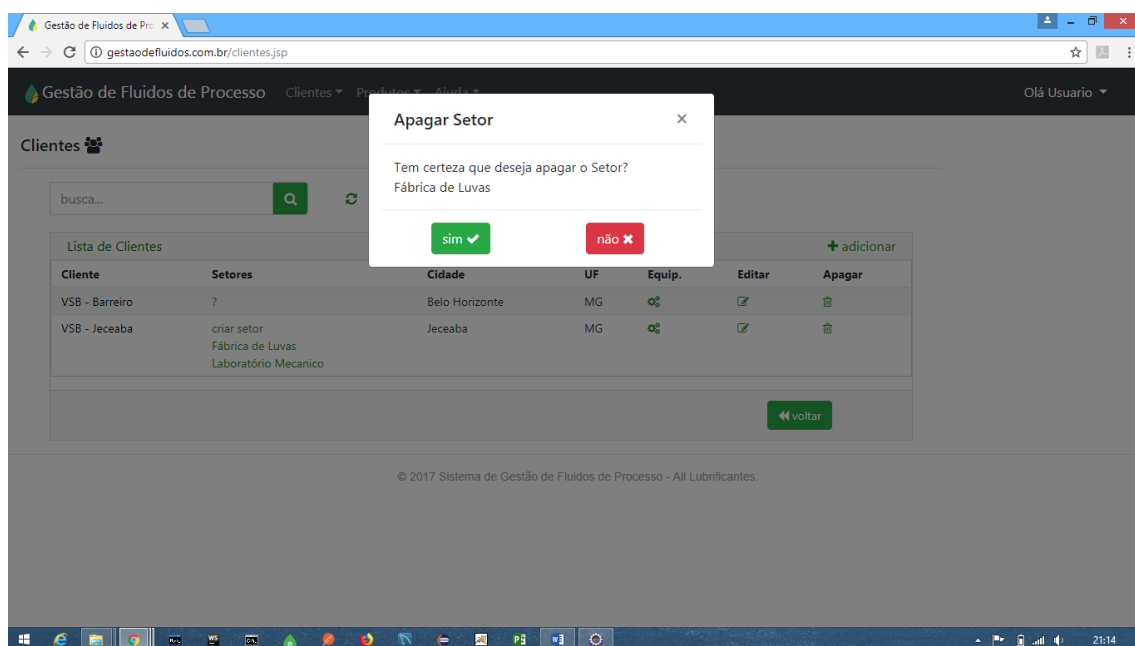

Figura 6.2 – Janela de confirmação – apagar setor.
6.3.2. Caso queira apagar, basta clicar no ícone **lixeira**⁴ na coluna setores. Figura 6.2